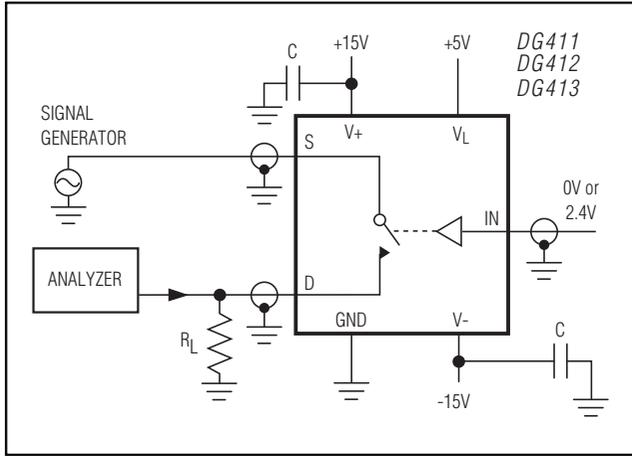

図5. オフ時のアイソレーション
**Note 5:** Off-Isolation =  $20\log(V_D/V_S)$ ,  $V_D$  = output,  $V_S$  = input to off switch. See Figure 5.